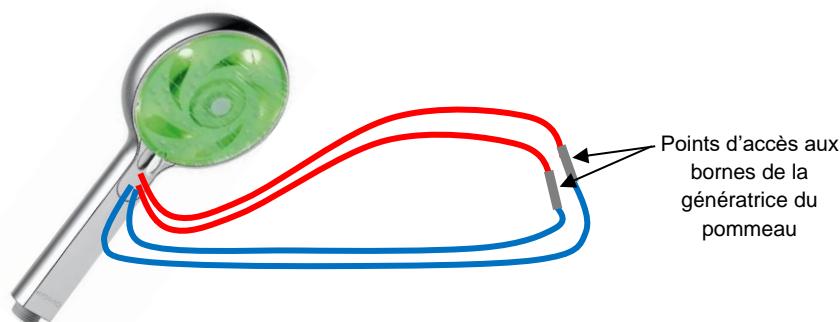

Figure 5 : schéma de câblage partiel de la mesure du signal de la turbine sur CH2
- 2- Raccorder la turbine sur l'entrée CH2 de l'oscilloscope numérique (voir figure 5).
- 5- Relever l'allure de la tension à l'oscilloscope à l'aide de la figure 5 et des étapes suivantes :